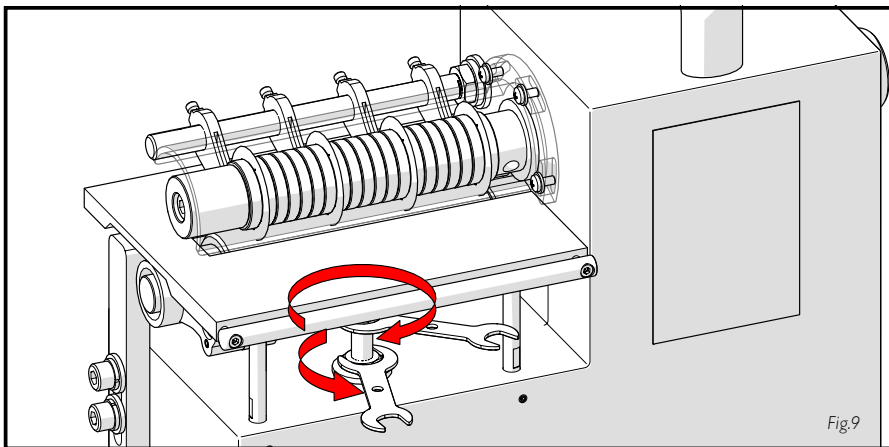

Fig.9
- Отпустите передний регулировочный болт и опустите каток. Рис. 9, 10
- Ослабьте передний регулировочный болт и опустите каток. Рис. 9, 10